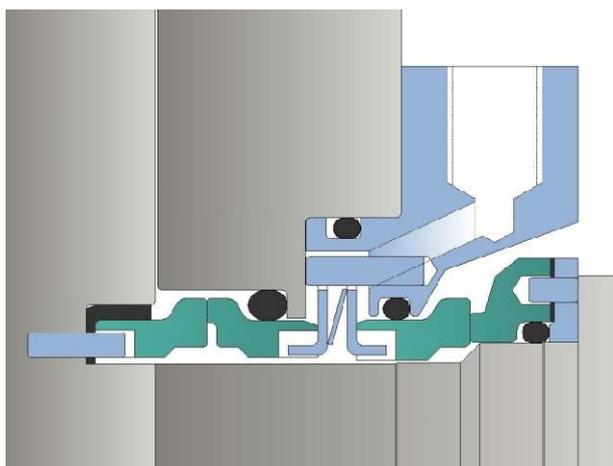

Figure 28 – Joint d'étanchéité mécanique double
- Pour le remontage, placer le joint torique (93) dans le boîtier d'étanchéité double (95), lubrifier l'extérieur du siège statique avec un lubrifiant approprié compatible avec le fluide de barrage. Aligner les encoches dans la face d'étanchéité avec les pattes de la plaque d'entraînement (94) dans le boîtier d'étanchéité (Figure 28), et pousser le siège jusqu'au fond. Le siège doit glisser librement contre la plaque (94) et le ressort ondulé (82).
- Installer un joint torique (93) sur le siège du joint rotatif (92). Pousser doucement le siège du joint sur l'axe bien à l'équerre, en alignant le trou à l'arrière de la face d'étanchéité avec l'ergot sur l'anneau de support.